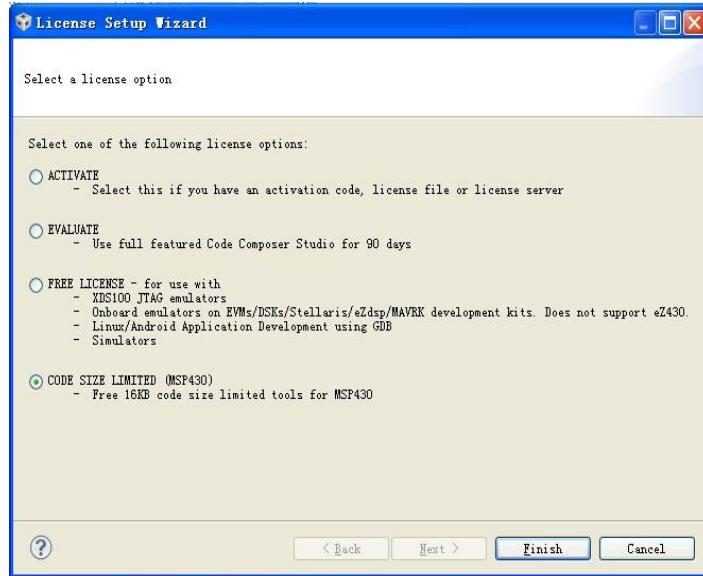

图 1.6 软件许可选择窗口
(4) 单击 OK, 第一次运行 CCS 需进行软件许可的选择, 如图 1.6 所示。